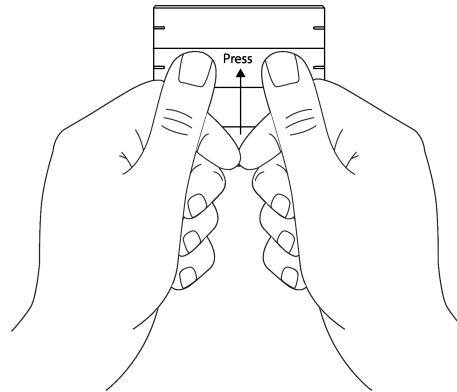

рисунок 4: Нажатие на клавишу управления по центру
- Прижмите клавишу управления двумя большими пальцами (см. рисунок 4).